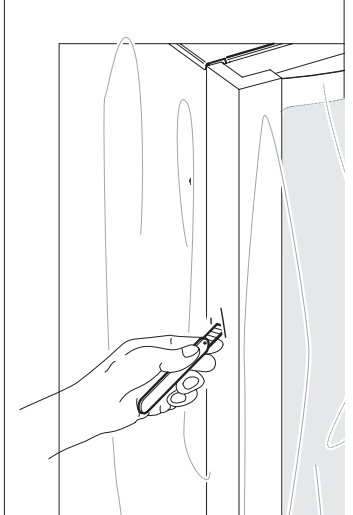

Fig. 3.3
- Liberare il distributore dal suo imballo, tagliando il film protettivo in cui è avvolto, lungo uno degli angolari di protezione (Fig.3.3).